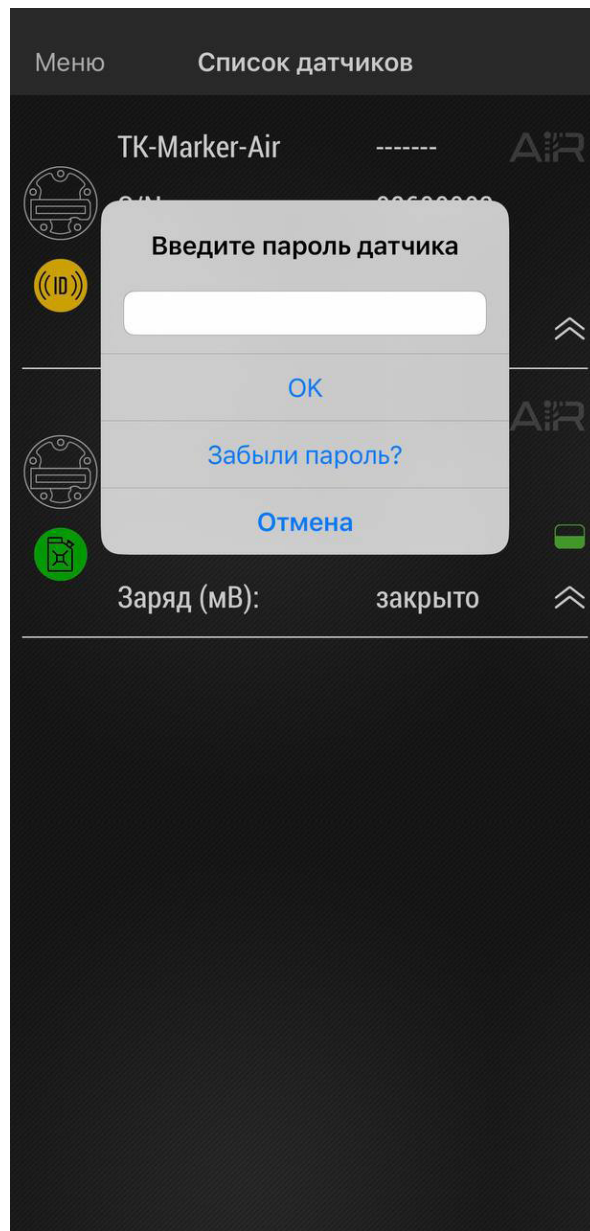

Рис.6. Запрос смены пароля.
- После считывания NFC метки приложение предложит установить новый пароль вместо заводского (**Рис.6**). Введите новый пароль и нажмите «ОК». Пароль должен содержать РОВНО 8 символов – цифр от 0 до 9 и букв латинского алфавита (ЗАГЛАВНЫХ и строчных). В качестве пароля не может быть задан серийный номер датчика и заводской пароль testtest.